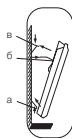

Рис. 6
- закрепить прибор на кронштейне необходимо следующим образом (рис. 6):
- части конвектора (рис. 6, а);
- наденьте верхнюю часть конвектора на кронштейн, зафиксировав его при помощи защелок на кронштейне (рис. 6, в);